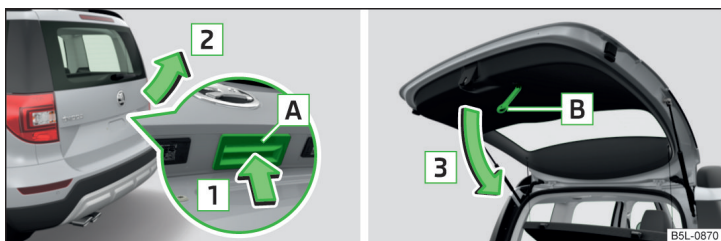

Fig. 36 Abrir/cerrar la tapa del maletero
- Para **abrir** la tecla **A** presionar en el sentido de la flecha **1** » fig. 36.
Se desactiva la tecla **A** » fig. 36 cuando se arranca y/o a partir de una velocidad de más de 5 km/h. Después de parar el vehículo y abrir una puerta se volverá a activar la tecla.